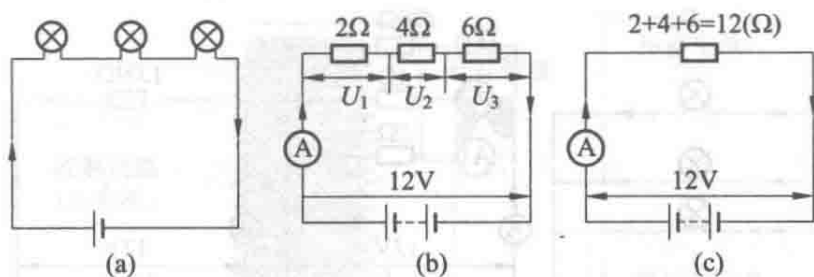

图 1-7 串联电路
(1) 串联。将所有负载连接成一个通路, 如图 1-7 所示, 每个元件的电阻可以不同, 数值相同的电流流经每个元件, 每个元件的电压不同。